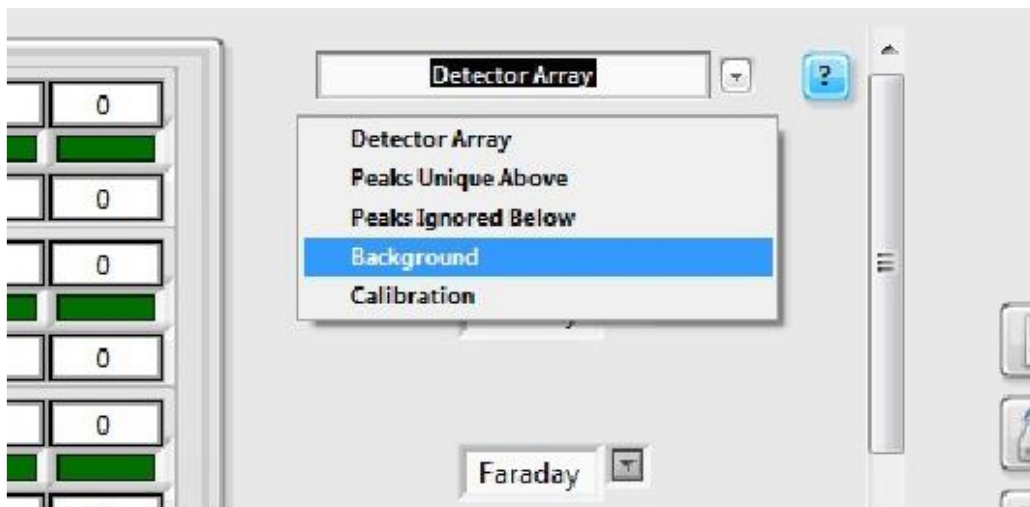

Fig. 20. Selección de la opción Background para visualizar los valores obtenidos
6. En la ventana **Analysis Setup**, los valores máximos del *background* pueden ser visualizados seleccionando la opción **Background** de la lista que se despliega al dar clic en la pestaña con el ícono ▾ (Fig. 20).